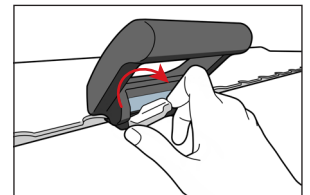

Fig. 9
4. Vrid spaken till låst läge (Fig. 9).